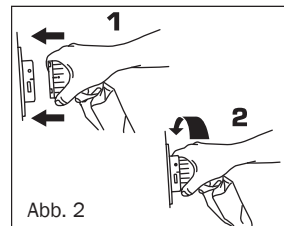

Abb. 2
5. Schließen Sie den Luftschlauch an das Netzgerät an, indem Sie die schwarze Linie des Schlauchanschlusses auf die schwarze Linie am Netzanschluss ausrichten und beide Teile zusammenführen. Drehen Sie den Schlauchanschluss im Uhrzeigersinn, bis die grüne Anzeige das Sicherheitsfenster am Anschluss des Netzgerätes füllt (Abb. 2).